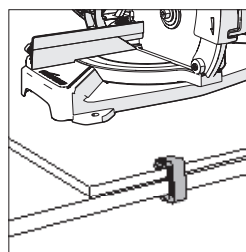

Fig. 2
- Gebruik G-klemmen om het werkblad vast te maken aan het werkkoppervlak. **(Fig. 2)**